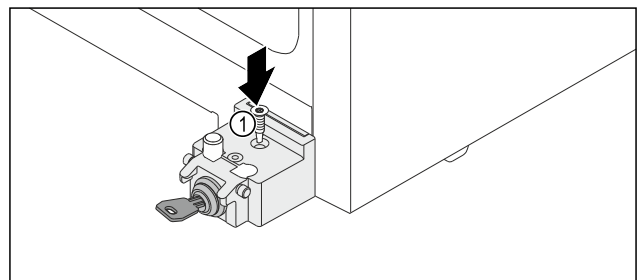

Fig. 19
- Schroef Fig. 19 (1) erin draaien.